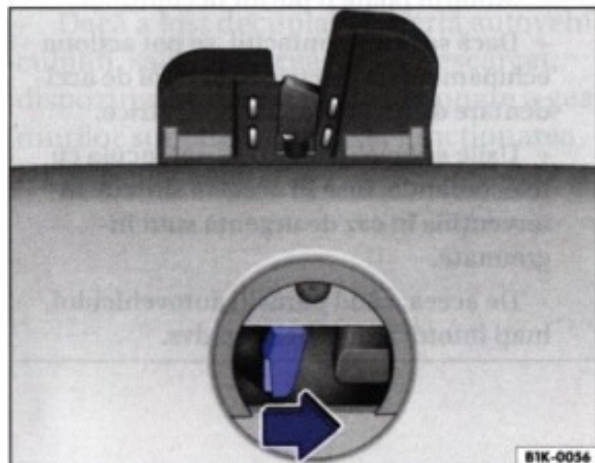

Fig. 33 Descuierea de urgență a hayonului
- Apăsați maneta de deblocare în sensul indicat de săgeată ⇒ fig. 33, pentru a descuia hayonul. ◀